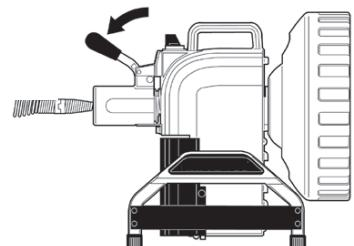

図2
②ワイヤを排水管にゆっくり挿入し、ヘッドが詰り物に突き当ったところ、又は配管の曲りがきつくワイヤが進んでいかなくなったところでチャックノブを倒しワイヤを固定してください。(図2)